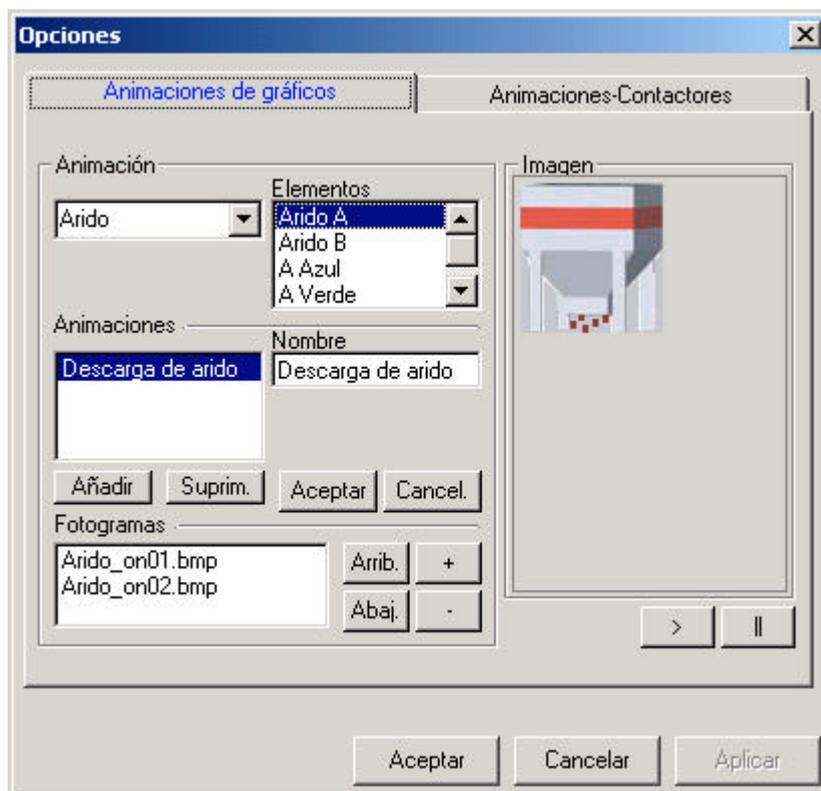

Figura 28.- Ventana Opciones (Animaciones de gráficos).
- **Animaciones de gráficos** (figura 28).